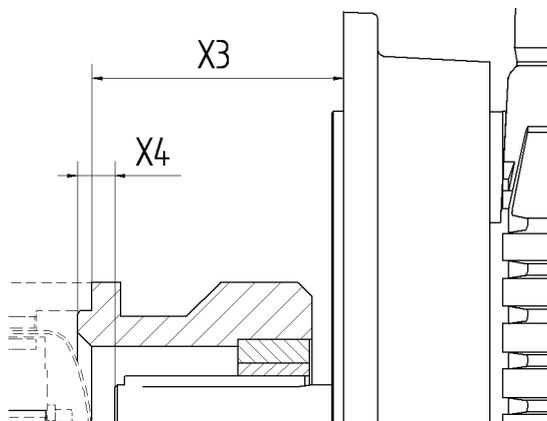

Figura 7: Valor X3 o X4.
- 6 Ajuste el acoplamiento del rotor según el valor X3 o X4, consulte figura 7 y la tabla siguiente.